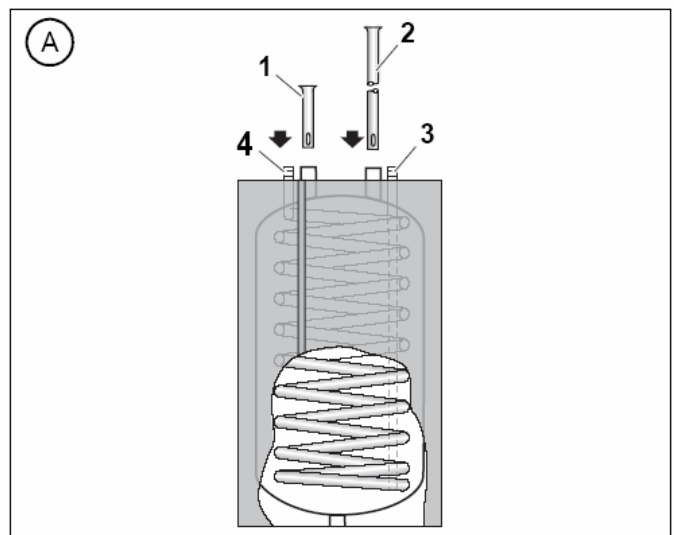

Рис. 6 Установка погружной гильзы (присоединение сверху)
- Короткую погружную гильзу вставить сверху в присоединение AW (рис. 6, поз. 1).
- Длинную погружную гильзу вставить сверху в присоединение EK (рис. 6, поз. 2).
- Короткую погружную гильзу вставить снизу в присоединение EK (рис. 6, поз. 1).